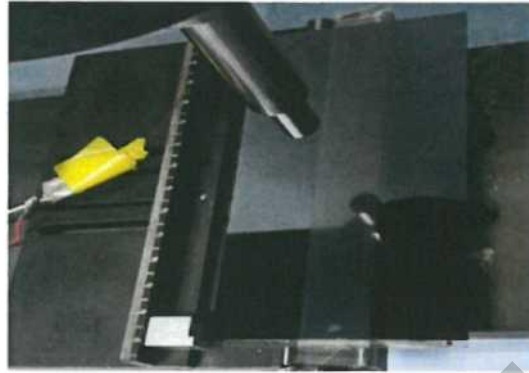

图 17 测试样品放置示意图
4.2.1.2 将测试样品摆放在 4PB 治具上，贴有胶带面朝上，贴有应变片面朝下，使用 (p10mm 平面压头测试压头调至 4PB 压杆中心位置如图 17, 样品根据测试面摆放如图 18